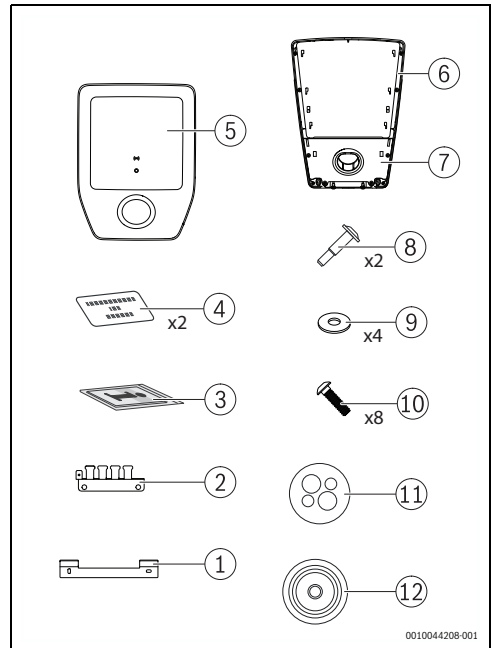

Fig. 169 Pachet de livrare
- ▶ Îndepărtați cu grijă acoperirea [5] și capacul cu suportul de parcare [7] de pe Logavolt (→ Fig. 169, pagina 169).